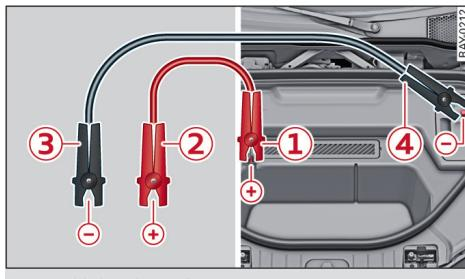

图 137 连接辅助启动电缆
- 将红色正极电缆的一端连接到辅助启动销 ① 上 \Rightarrow 图 137。
- 将红色正极电缆的另一端固定在电源的正极 ② 上。